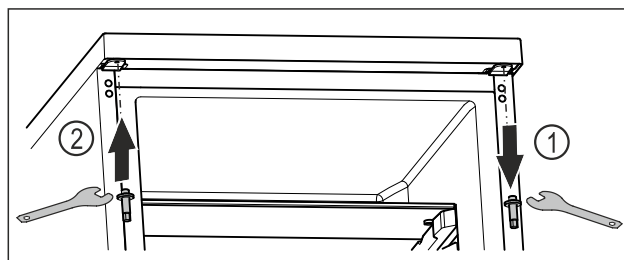

Fig. 22
- ▶ Lironi bulonat e sipërm me çelësin e jashtëm kriket. Fig. 22 (1)
- ▶ Shtërngoni fort bulonat e anës së kundërt me çelësin e jashtëm kriket. Fig. 22 (2)